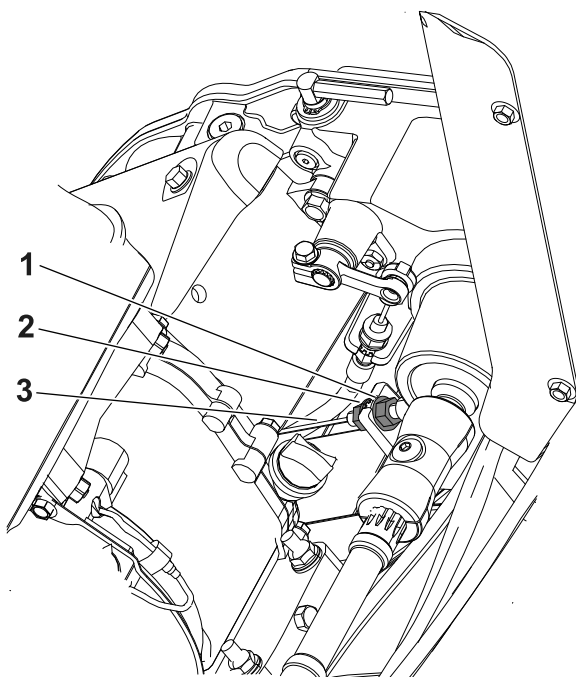

Bild 34
2. Lösen Sie die hintere Klemmmutter und ziehen Sie die vordere Klemmmutter an (Bild 34).